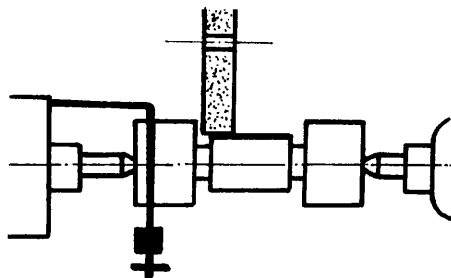

Fig. 2
- 1) Si el rebaje tiene canal de salida (fig. 2), el desplazamiento de la mesa puede hacerse en forma automática.